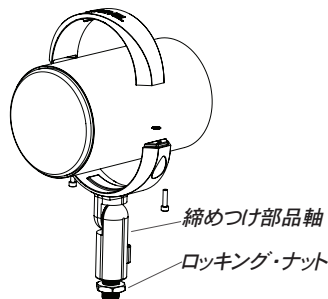

図3
2. クランプ/スピーカー部品のねじ軸を取り付けブラケットにねじ込みます。いったん好きな方向に向けたら、レンチ(別売)でロッキング・ナットを締めて位置を固定します(図3をご覧ください)。